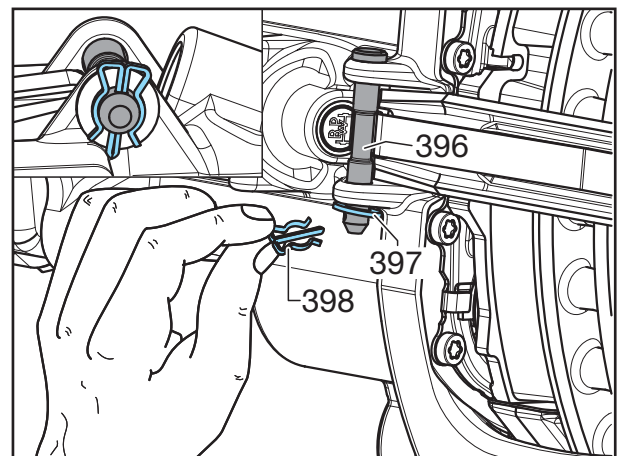

Fig. 29
[37] Introduire le goujon (396) par le haut, monter le disque (397) et le bloquer avec une nouvelle clavette à ressort (398). Assurer la position de montage correcte de la goupille fendue afin qu'il y ait suffisamment d'espace libre par rapport à la jante (voir fig. 29, en haut).